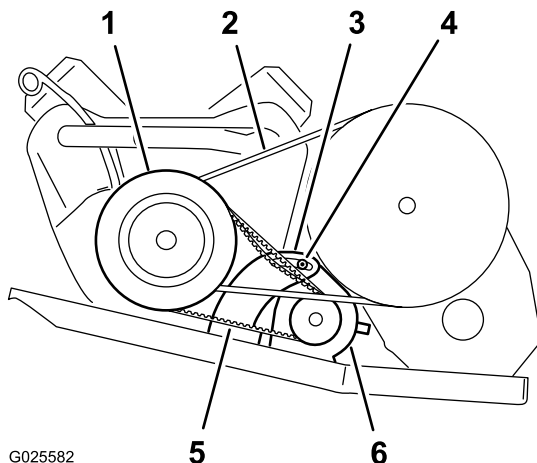

図 73
2. スタータジェネレータのピボットナットをゆるめる 図 73。
4. ボールを下に押ししてスタータを下げる。ベルトを 44 N (4.5 kg = 10 lb) の力で押した時のたわみが 6 mm になるようにスタータの位置を調整する 図 73。
5. ピボットナットを手締めし、ボールを取り外す 図 73。